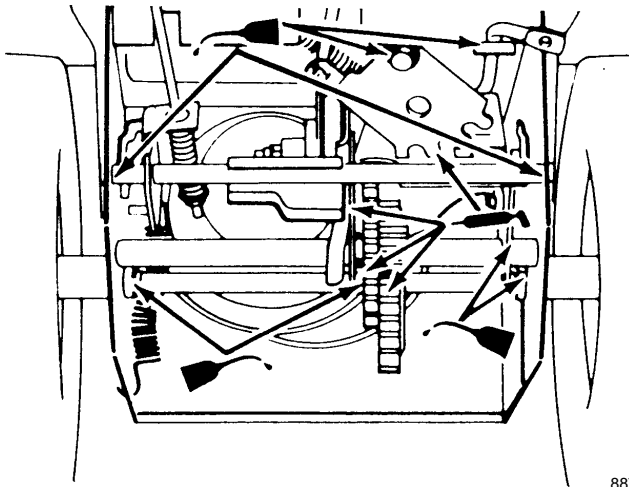

Abbildung 21
5. Die Schneefräse wie in Abbildung 21 gezeigt leicht mit dünnflüssigem Öl schmieren.
6. Die Schneefräse wie in Abbildung 21 gezeigt einfetten.